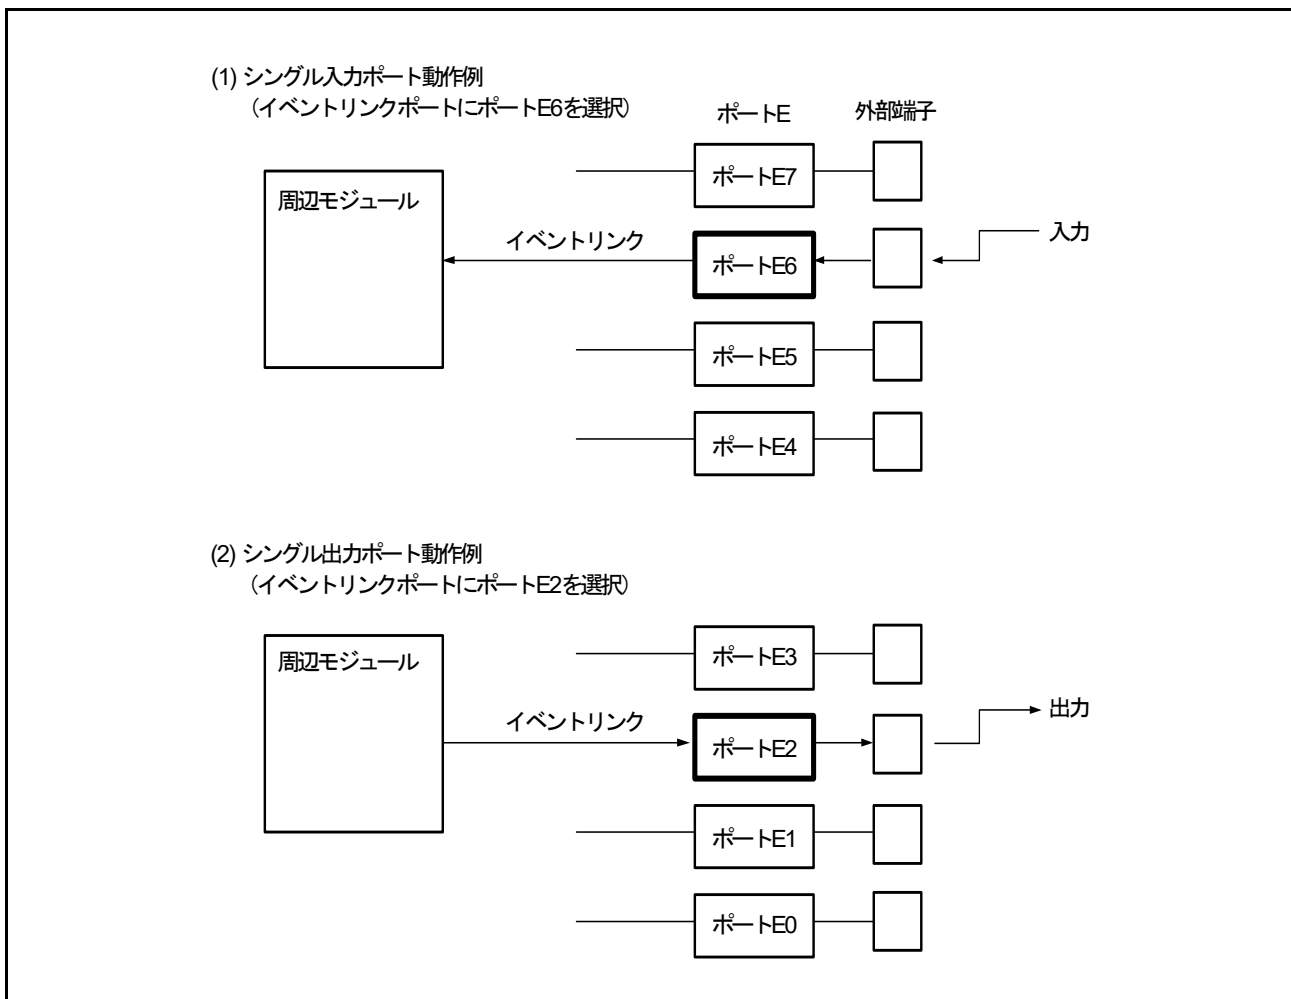

図 15.3 シングルポートのイベントリンク動作（ポート E の場合）
(2) シングル入力ポートでのイベント発生動作
PDR レジスタで入力に設定されているシングルポートは当該ポートに接続している外部端子（外部ピン）の信号値の変化により、イベントを発生します。イベント発生条件は、PELn レジスタで設定します。図 15.3(1) にシングル入力ポートのイベントリンク動作を示します。
(3) シングル出力ポートのイベント入力動作
PDR レジスタで出力に設定されているシングルポートにイベントが入力されると、PELn レジスタの設定により、当該ポートに接続している外部端子（外部ピン）の信号が変化します。これにより、当該ポートに接続している外部端子（外部ピン）の信号値が変化します。図 15.3(2) にシングル出力ポートのイベントリンク動作を示します。